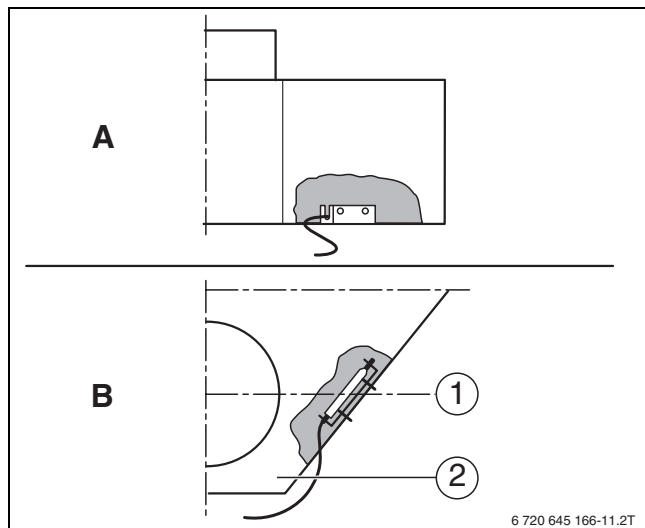
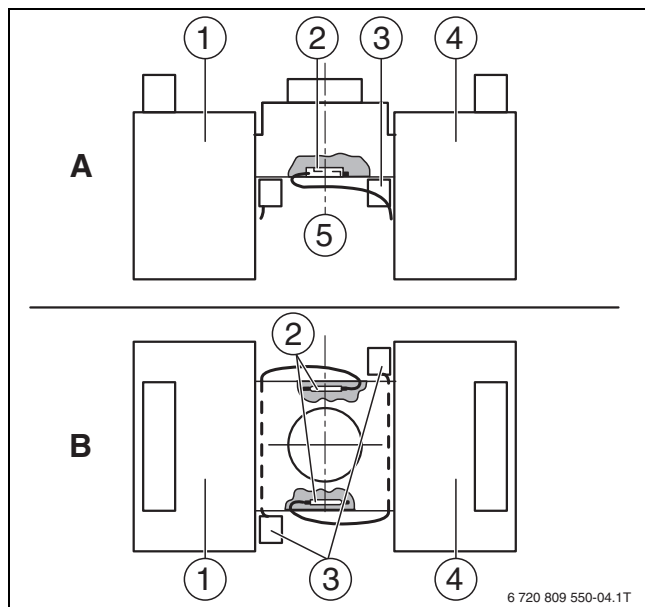

Рис. 32 Датчик температуры дымовых газов котла
Рис. 33 Датчики температуры дымовых газов на сдвоенном котле
- ▶ Закрепите двумя винтами крепёжную планку с датчиком на внутренней стороне прерывателя тяги. Активная часть в середине датчика должна быть расположена по центру дымовой трубы (→ рис. 32 [1] и рис. 33 [5]).